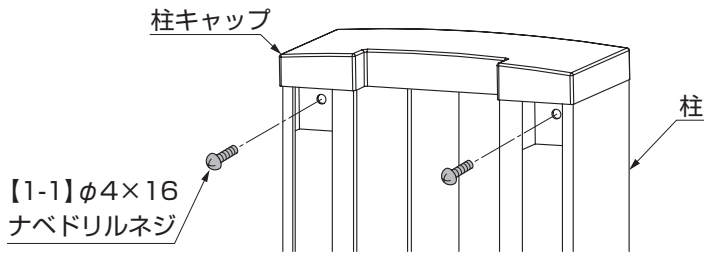

図7-1
①「アルシャインII 柱セット」に同梱の【1-1】にて、柱に柱キャップを固定してください。(図7-1参照)